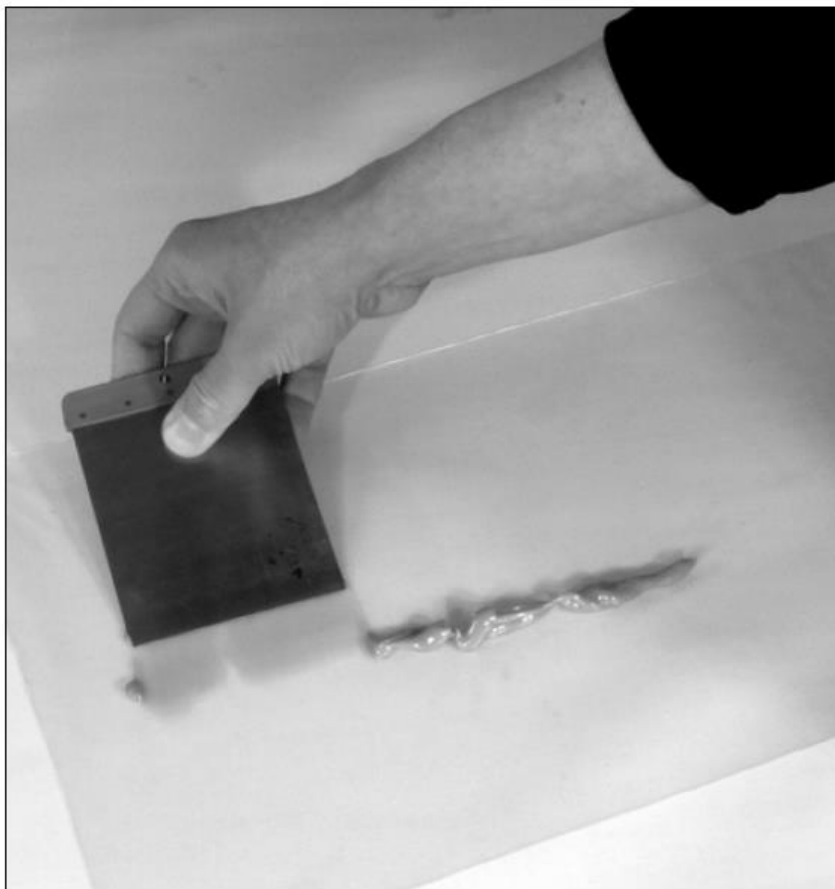

Рис.5.5. Нанесение ультразвукового геля на демпфирующий мат
- С помощью шпателя распределите гель тонким слоем по всей поверхности демпфирующего мата (см. Рис. 5.5).